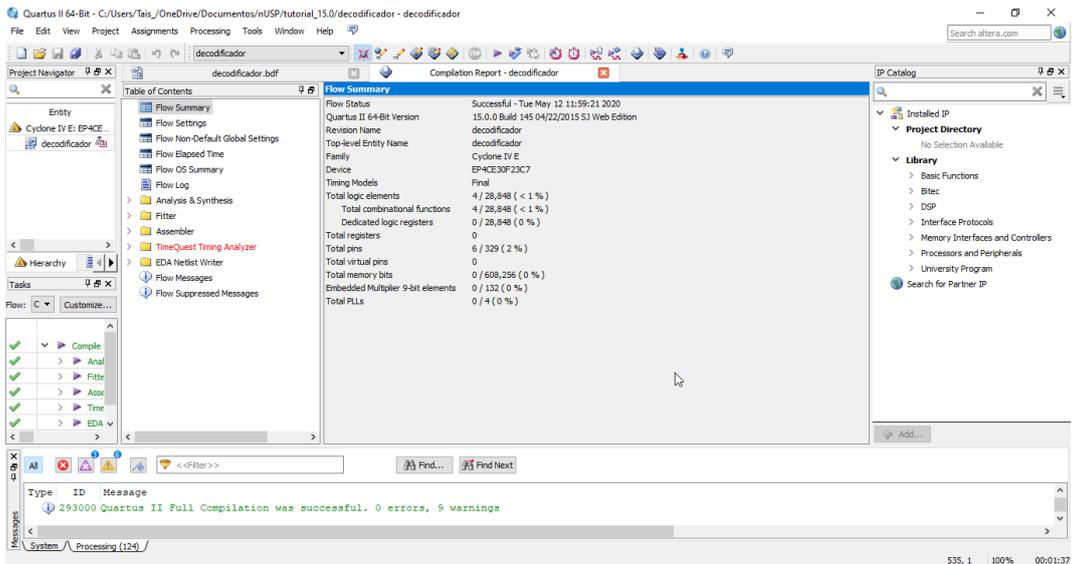
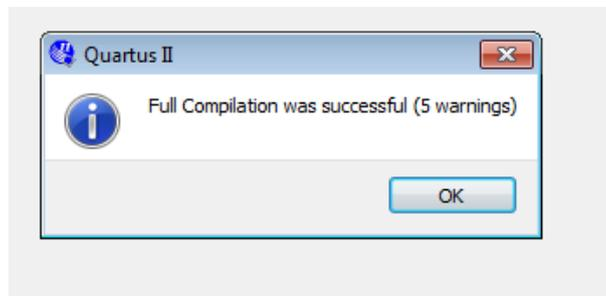

Figura 20: Tela gerada pela compilação de um projeto
Figura 21: Janela de compilação mostrando mensagem de compilação concluída
2. Durante a Compilação, aparecem mensagens de toda a compilação numa janela de Mensagens (Figura 20). É possível selecionar uma mensagem e localizar sua fonte no arquivo de projeto ou outro arquivo. Durante a Compilação, aparece uma tela com as informações sobre o projeto, (Figura 20), como dispositivo usado, família do dispositivo, número de blocos lógicos utilizados no dispositivo, número de pinos usados, etc. Aparece mensagem de compilação concluída, (Full Compilation was successfull) como mostra a Figura 21 se tudo estiver correto. Caso tenha algum erro, a compilação não será concluída e aparece a mensagem “Full Compilation was NOT successfull”. As mensagens sobre os erros da compilação são apresentadas numa janela de Mensagens. Caso essa janela não esteja visível, selecione na barra de ferramentas do quartus a opção VIEW/UTILITY WINDOWS/MESSAGES. É possível selecionar uma mensagem e localizar sua fonte no arquivo de projeto.